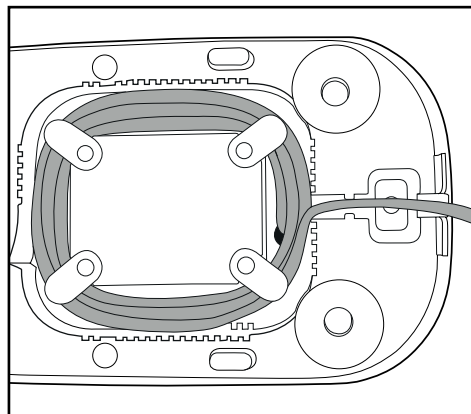

Fig. 3: Avvolgicavo
- Avvolgere il cavo **4** intorno all'apposito dispositivo sul fondo dell'apparecchio (Fig. 3):